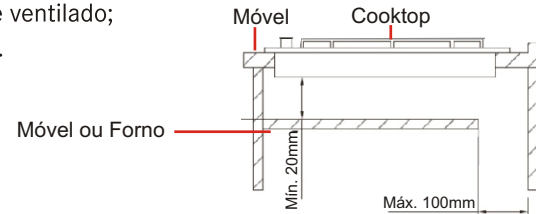

Fig. 5 Vista lateral em corte
- É necessário um vão livre mínimo de 20mm abaixo do cooktop para a circulação de ar, quando houver uma prateleira ou forno instalado, conforme figura (fig. 5);